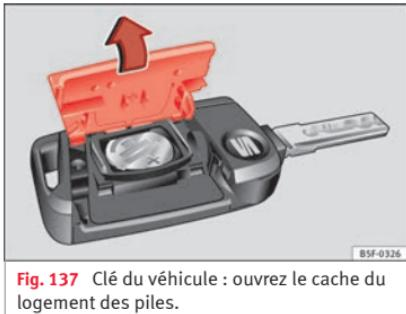

Fig. 137 Clé du véhicule : ouvrez le cache du logement des piles.
- Retirez le couvercle de la partie arrière de la clé du véhicule **»» fig. 137** dans le sens de la flèche **»» ①.**
- Placez le couvercle comme indiqué **»» fig. 137**, et appuyez-le sur le boîtier de la clé du véhicule dans le sens contraire de la flèche jusqu'à ce qu'il s'encastre.